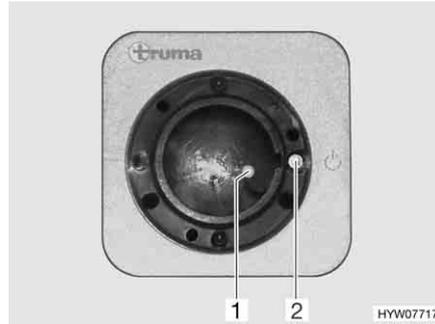
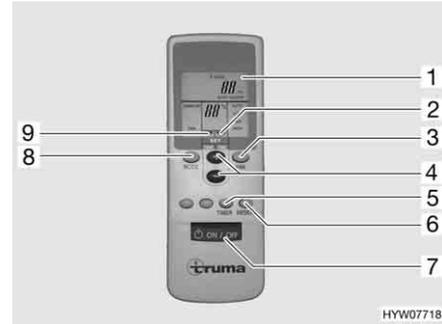

Bild 149 Empfänger
Bild 150 Fernbedienung
- Am Schalter (Bild 150,7) die Fernbedienung einschalten. Die grüne Kontroll-Leuchte (Bild 149,1) zeigt den Kühlbetrieb an.
- Die gewünschte Betriebsart mit der Taste (Bild 150,8) einstellen.
- Bei Bedarf mit den Tasten (Bild 150,3 und 4) die gewünschte Gebläseleistung und Raumtemperatur einstellen. Der Pfeil (Bild 150,9) zeigt den gewählten Einstellmodus an.
- ▷ Am Empfänger befindet sich ein zusätzlicher Tastschalter (Bild 149,2), mit dem die Klimaanlage auch ohne Fernbedienung aus- oder eingeschaltet werden kann. Wenn die Klimaanlage über diesen Tastschalter eingeschaltet wird, dann wird automatisch die zuletzt auf der Fernbedienung eingestellte Betriebsart gewählt.
- Zum Programmieren die Klimaanlage mit der Taste (Bild 150,7) auf der Fernbedienung einschalten.
- Mit den Tasten (Bild 150,8, 3 und 4) die gewünschte Betriebsart und Raumtemperatur einstellen.
- Mit der Taste (Bild 150,5) die gewünschte Funktion (Bild 150,1) auswählen:
- Mit den Tasten (Bild 150,4) die gewünschte Schaltzeit wählen (1 bis 15 Stunden). Der Pfeil (Bild 150,2) blinkt und zeigt den Einstellmodus an.
- ▷ Mit der Taste (Bild 150,6) werden die Einstellungen der Fernbedienung wiederholt an den Empfänger gesendet.